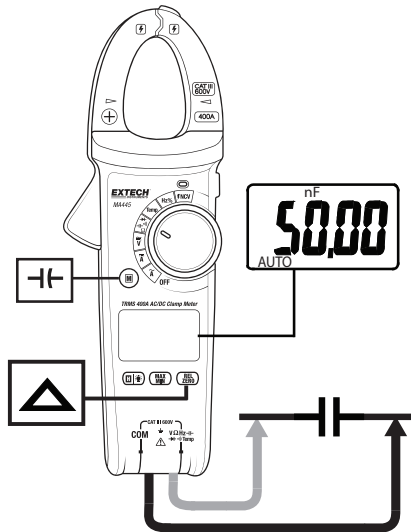

Fig. 9 – Mesures de la capacitance
3. Insérez la fiche banane du câble de test noir dans la prise jack négative COM. Insérez la fiche banane du câble de test rouge dans la prise jack positive. Voir Fig. 9.